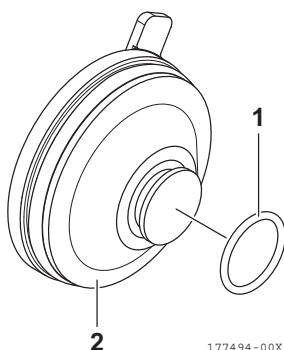

Figura 20
11. Aplique ligeiramente óleo lubrificante no novo O-ring (1, **Figura 20**) e instale-o na ranhura designada na tampa (2, **Figura 20**).